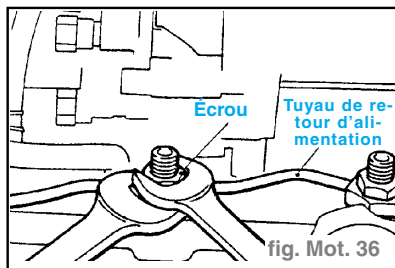

fig. Mot. 36
- Maintenir la canalisation de retour de carburant, desserrer l'écrou avec une clé et déposer l'écrou. (fig. Mot. 36)